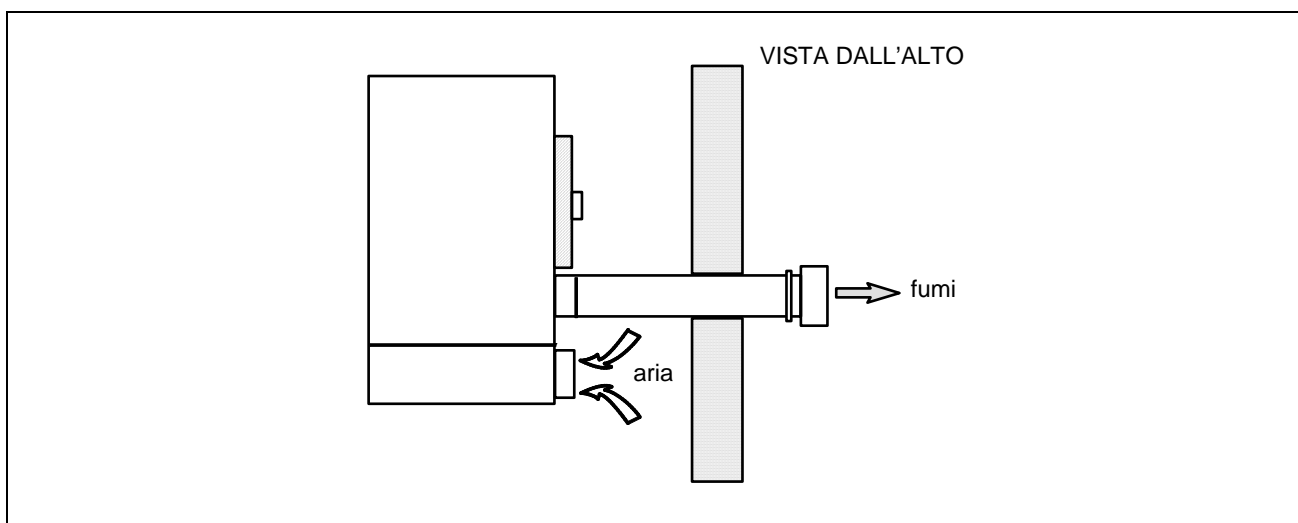

Figura 7 – INSTALLAZIONE TIPO B22
- installazione tipo **B₂₂**: lo scarico dei prodotti della combustione avviene all'esterno del locale in cui l'apparecchio è installato; l'aria necessaria per la combustione è prelevata direttamente dal locale (vedi Figura 7). Effettuando questa installazione l'apparecchio non è stagno; per questa ragione questa installazione può essere effettuata **SOLO in ambienti sufficientemente areati**.